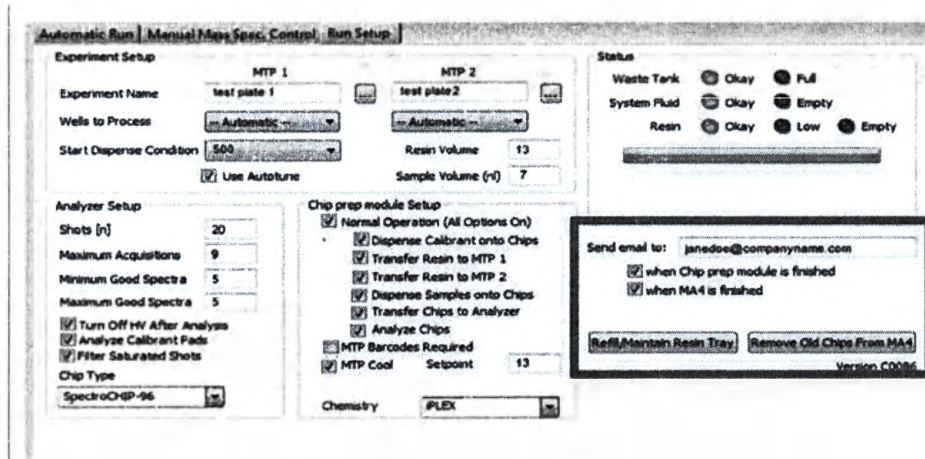

Рис. 3.12. Настройка электронного уведомления
1. Ввести адрес электронной почты в поле Send e-mail to (Отправить электронное письмо) (Рис. 3.12). Программа отправит на этот адрес сообщение об ошибке в случае ее возникновения в процессе работы системы.